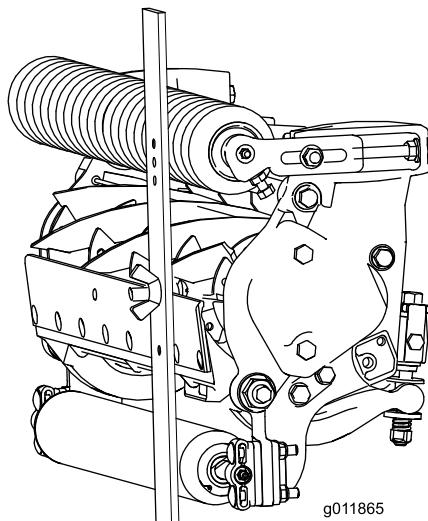

Figura 18
- Aggiacciate la testa della vite sul tagliente della controlama e appoggiate l'estremità posteriore della barra sul rullo posteriore (Figura 18).
- Ruotate la vite di regolazione finché il rullo anteriore non toccherà la barra di riferimento (Figura 18). Regolate entrambe le estremità del rullo finché l'intero rullo non è parallelo alla controlama.